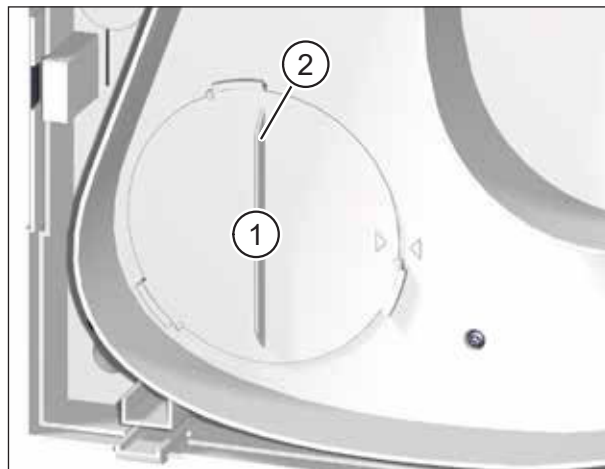

Abb. 17: Außenluftfilter entfernen
- ▶ Drehen Sie den Filterdeckel (Pos. 1 in Abb. 17) an der Griffleiste (Pos. 2 in Abb. 17) gegen den Uhrzeigersinn, bis sich der Filterdeckel aus den Halterungen gelöst hat.
- ▶ Kontrollieren Sie die Position des Filterdeckels. Die Griffleiste muss senkrecht stehen und der Pfeil auf dem Filterdeckel muss mit dem Pfeil der Arretierposition fluchten (siehe Abb. 17 auf Seite 33).